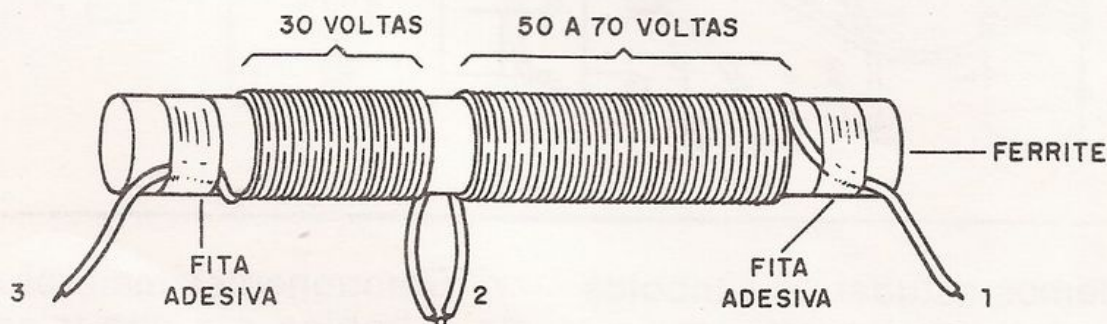

figura 3
f) A bobina L1 deve ser enrolada pelo leitor utilizando para isto um bastão de ferrite, que pode ser aproveitado de um rádio transistorizado inutilizado. Esta consta de 80 a 100 voltas de fio esmaltado de espessura entre 24 e 28 ou mesmo fio comum, com tomada na 30ª espira, conforme mostra a **figura 3**.